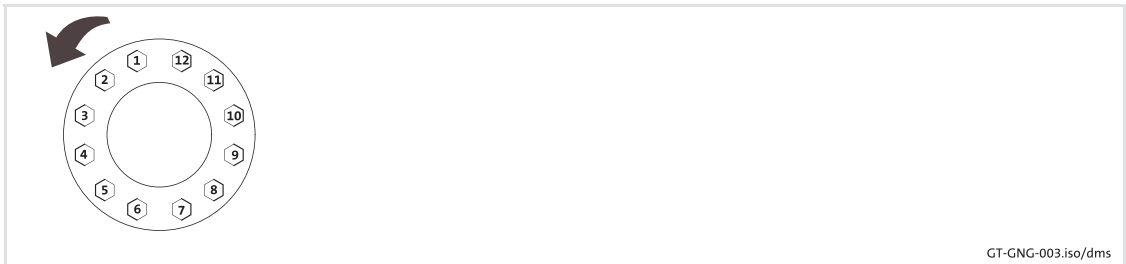

图8 “逐个拧紧”的顺序说明
7. 接着分别依次拧紧紧固螺钉(2) (见图8)，逐步增加扭矩直到到达指定的紧固扭矩 (见表7)。